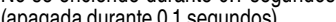

Fig. 23
3. Señales de aviso de luz LED (Fig. 23)